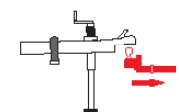

Figure 36
9. Éloignez lentement le véhicule de remorquage, verrouillez le coupleur de la remorque et vous avez terminé. (Figure 36)